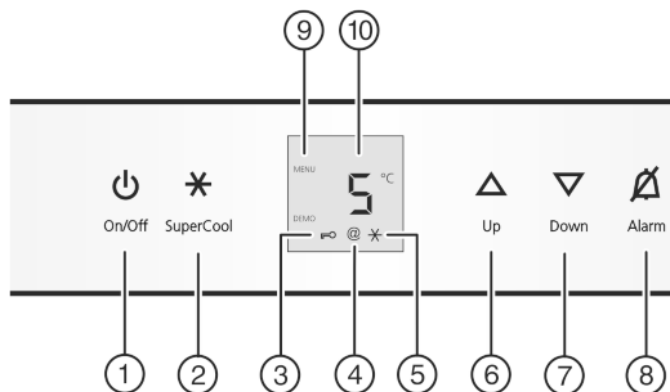

Fig. 2
- ▶ Taste On/Off Fig. 2 (1) drücken.
- Das Symbol SmartDevice-Box Fig. 2 (4) wird angezeigt und blinkt -> Die SDB ist nicht verbunden.
- Das Symbol SmartDevice-Box Fig. 2 (4) wird angezeigt und blinkt nicht -> Die SDB ist verbunden.
- Das Symbol SmartDevice-Box Fig. 2 (4) wird nicht angezeigt -> Die SDB ist nicht aktiv, wurde nicht korrekt eingesteckt oder der SDB-Konnektor wurde nicht korrekt installiert.
- ▶ Einstellmodus aktivieren: Taste SuperCool Fig. 2 (2) ca. 5 s drücken.
- ▷ Das Symbol Menu Fig. 2 (9) leuchtet.
- ▶ Mit Einstelltaste Up Fig. 2 (6) und Einstelltaste Down Fig. 2 (7) 2 wählen.
- ▶ Die Taste SuperCool Fig. 2 (2) kurz drücken, um zu bestätigen.
- ▶ Mit Einstelltaste Up Fig. 2 (6) und Einstelltaste Down Fig. 2 (7) 20 wählen.
- ▶ Mit Einstelltaste Up Fig. 2 (6) und Einstelltaste Down Fig. 2 (7) 21 wählen.
- ▶ Mit Einstelltaste Up Fig. 2 (6) und Einstelltaste Down Fig. 2 (7) 2d wählen.
- ▶ Mit Einstelltaste Up Fig. 2 (6) und Einstelltaste Down Fig. 2 (7) 2H wählen.
- ▶ Mit Einstelltaste Up Fig. 2 (6) und Einstelltaste Down Fig. 2 (7) 2L wählen.
- ▶ Einstellmodus deaktivieren: Taste On/Off *Fig. 2 (1)* drücken.
- ▶ Einstellmodus aktivieren: Taste SuperCool *Fig. 2 (2)* ca. 5 s drücken.
- ▶ Die Taste SuperCool *Fig. 2 (2)* kurz drücken, um zu bestätigen.
- ▶ Zum Einschalten der Kindersicherung Taste SuperCool *Fig. 2 (2)* kurz drücken.
- ▷ Das Symbol Kindersicherung *Fig. 2 (3)* leuchtet. In der Anzeige blinkt **c**.